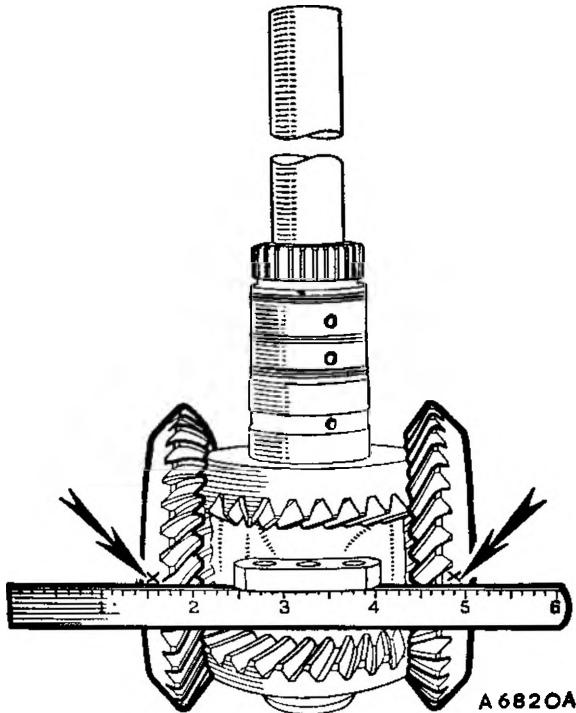

Fig. Fa. 53
22. Controllare e ristabilire la fase del treno ingranaggi (vedi Fig. Fa. 53) girando i satelliti fino ad ottenere l' allineamento con i contrassegni.